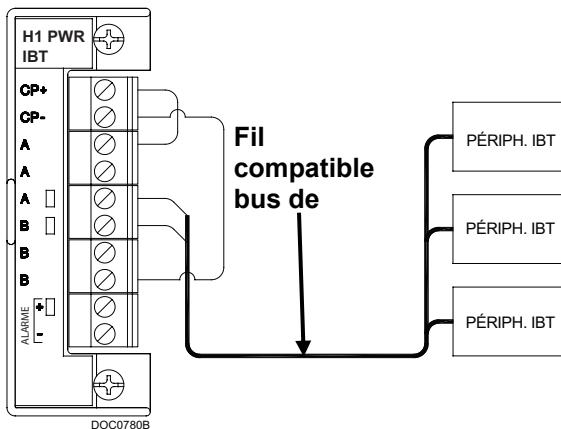
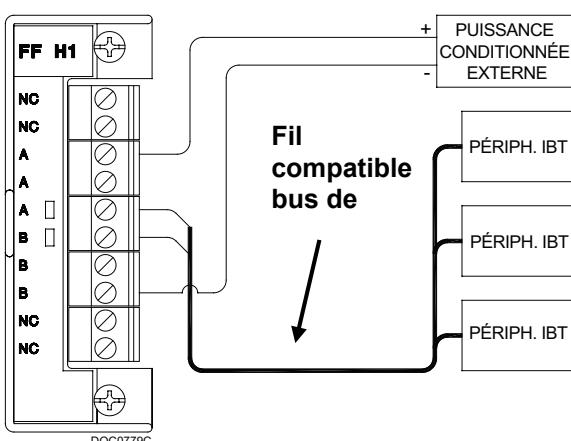

Figure 5. Câblage sur site du module H1 alimenté
Figure 6. Câblage sur site du module H1 non alimenté
3. Serrez la vis. Consultez la *figure 5* ou la *figure 6*.
L'IBT accepte jusqu'à quatre modules de segment H1 des deux types. Les modules alimentés (*figure 5*) fournissent jusqu'à 125 mA de courant conditionné.
Si vous n'êtes pas certain de l'alimentation nécessaire ou du nombre de périphériques de bus de terrain, utilisez des modules H1 non alimentés et une alimentation conditionnée externe convenant aux bus de terrain (voir figure 6).